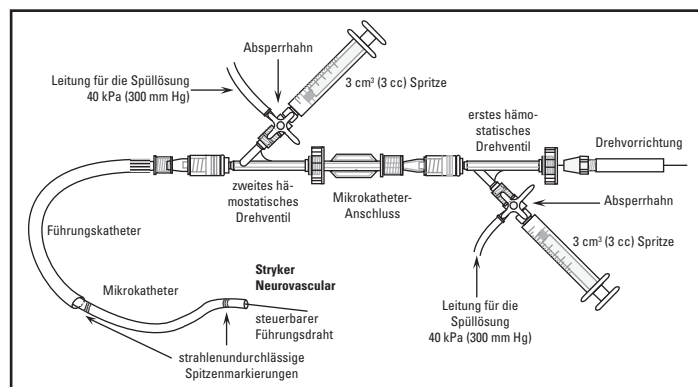

Abbildung 1. Beispielkonfiguration für kontinuierliche Spülung
Die empfohlene kontinuierliche Spülung ist in Abbildung 1 dargestellt. Die hämostatischen Drehventile dienen als Flüssigkeitsdichtung und sind am Führungskatheter und Mikrokatheter angeschlossen. Die Absperrhähne an die Nebenarme der hämostatischen Drehventile anschließen, die als Infusionsanschlüsse für geeignete Spül- oder Kontrastmittelinjektionen dienen.
- Die Drehvorrichtung über das proximale Ende des Führungsdrachts schieben und sichern (siehe Abbildung 1).